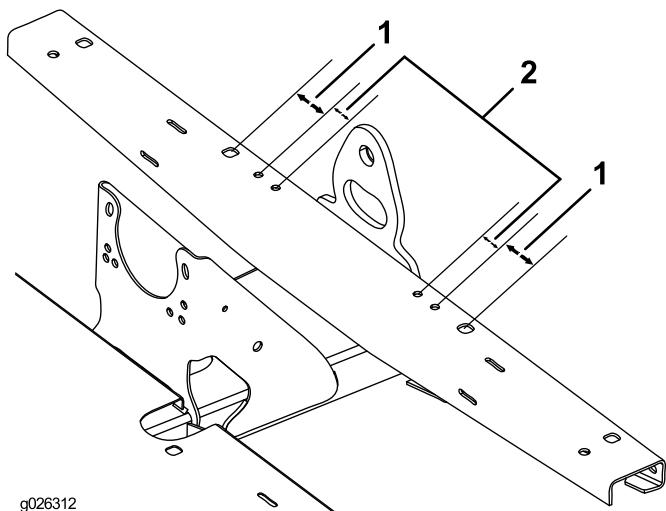

Bild 8
- Verwenden Sie die Werte in Bild 8 und markieren und bohren Sie vier Löcher (3/8") oben in den Rahmenkanal.